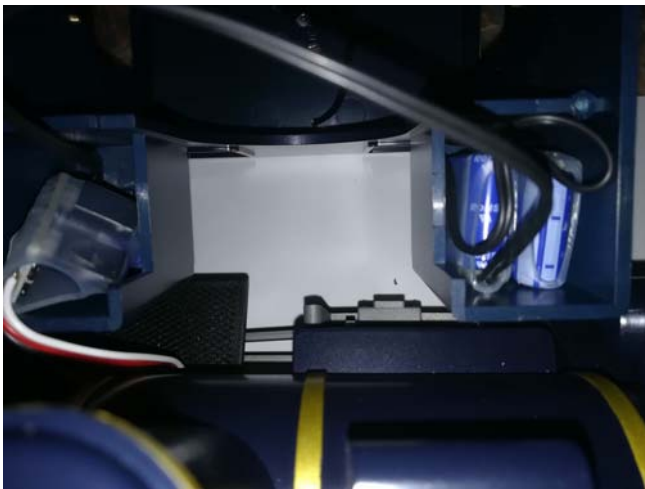

Abbildung 11: Spannungspuffer in Wasserkästen.
- In Wasserkästen zum Führerstand etwas Kunststoff für Durchführung für Spannungspuffer wegnehmen (Bild 11).